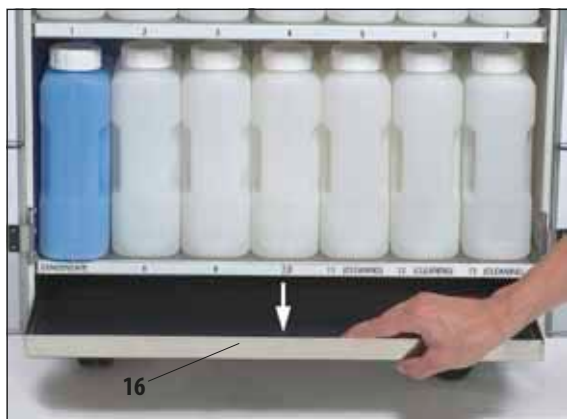

Рис. 82
Регулярно проверяйте приёмную ёмкость (16) на наличие пролившихся химических веществ (рис. 82).